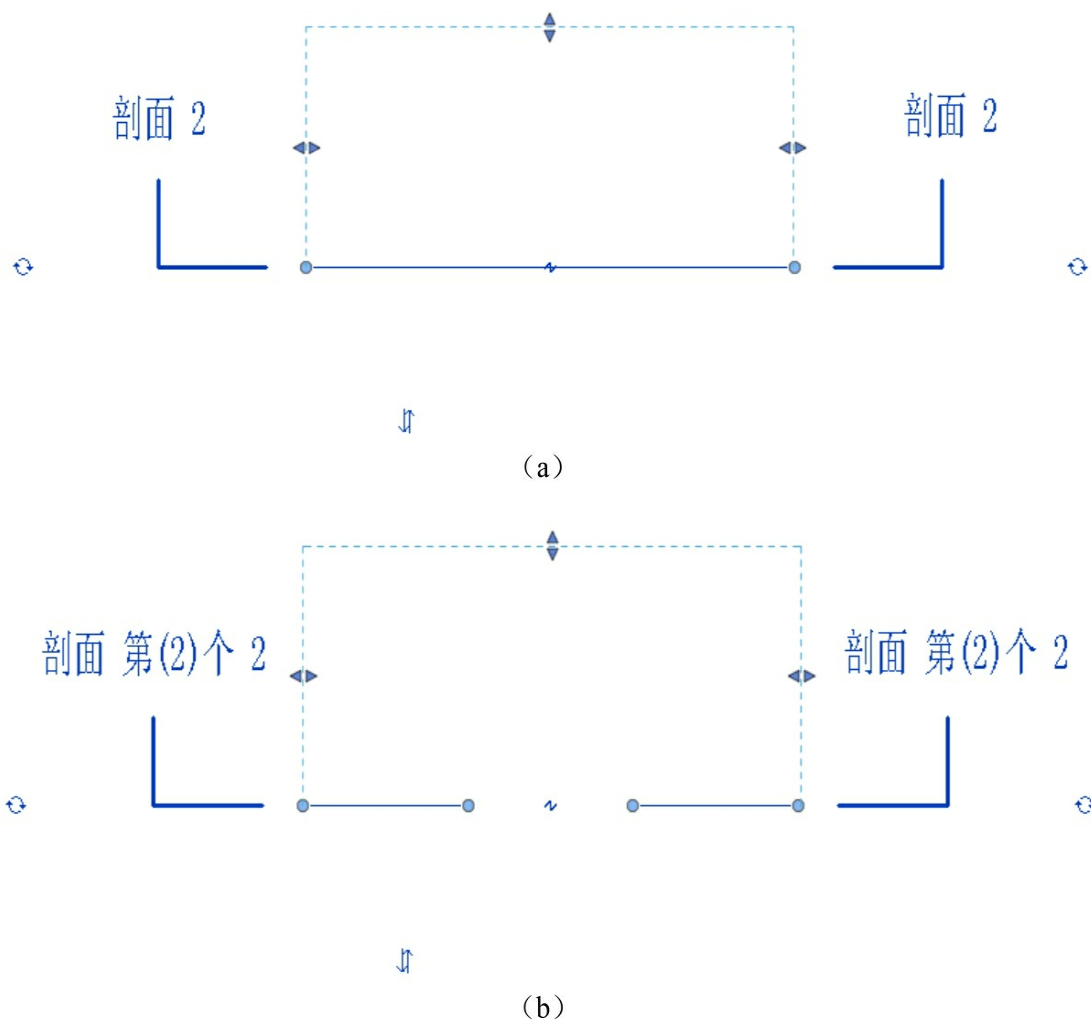

图1-36
(6) 单击查看方向控制柄可翻转视图查看方向。
(7) 单击线段间隙符号，可在有隙缝的或连续的剖面线样式之间切换，如图1-36所示。
(8) 在项目浏览器中自动生成剖面视图，双击视图名称打开剖面视图。修改剖面线的位置、范围，查看方向时剖面视图自动更新。